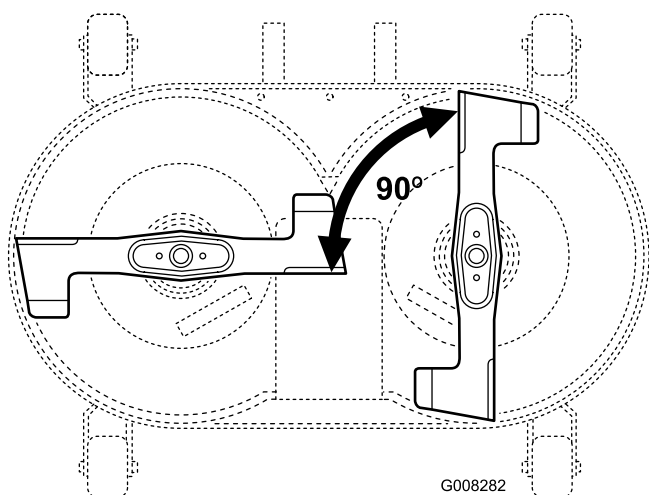

Figure 38
- Placez les lames à 90° l'une de l'autre (Figure 38).